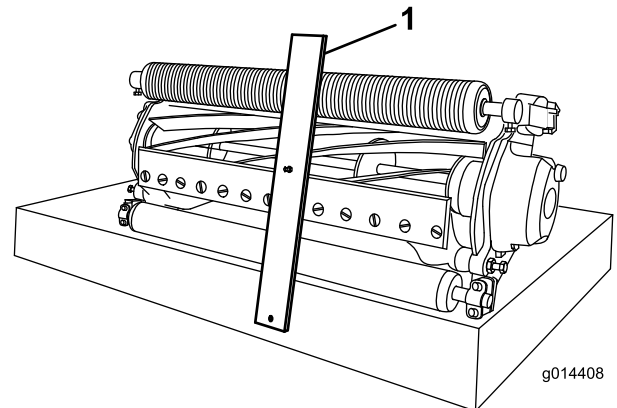

Figure 11
2. Accrochez la tête du boulon du gabarit de hauteur de coupe au tranchant sur le côté droit de la contre-lame et appuyez l'arrière du gabarit contre l'arrière du rouleau (Figure 11).